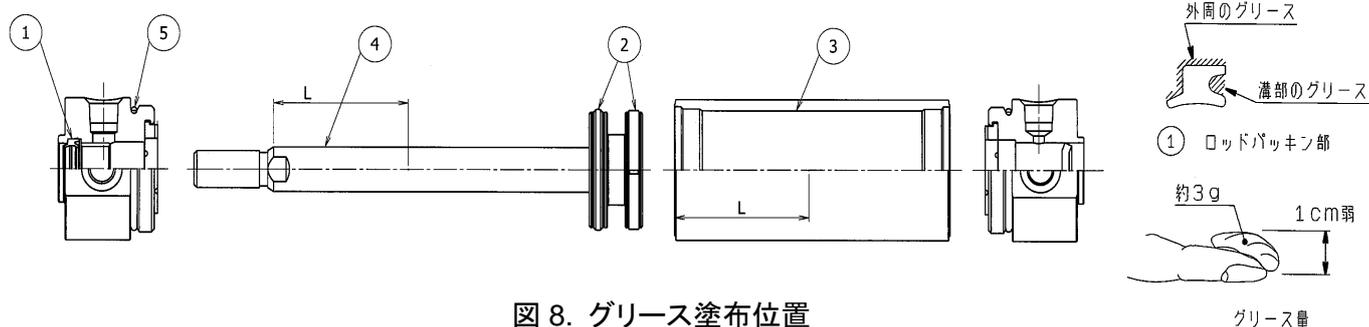

図 8. グリース塗布位置
シリンダの各部品には図 8 の各部分にグリースを塗布しますが、100 ストロークのシリンダ 1 本に付表 8 の量が必要です。目安としては人差指ですくった程度が約 3(g)です。
1) ロッドパッキン(図 8, ①)
2) ピストンパッキン (図 8, ②)
3) チューブガスケット (図 8, ④)